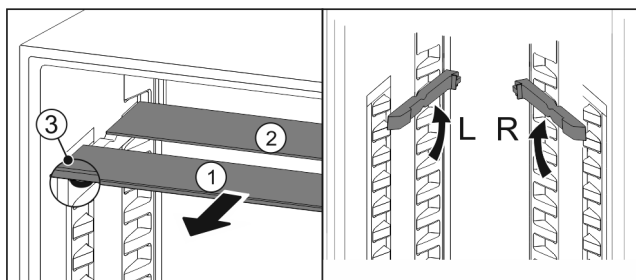

Fig. 84
- ▶ 将玻璃隔板逐个向前拉出 Fig. 84 (1)。
- ▶ 带装饰条的玻璃隔板 Fig. 84 (1)在前。
- ▶ 阻挡装置 Fig. 84 (3)指向下方。